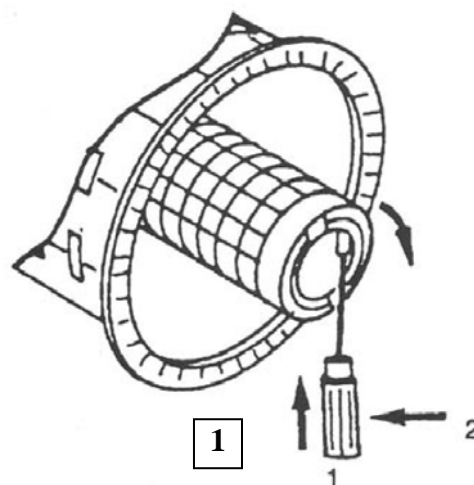

Рис. 11 Вскрытие крышки (исполнение "В")
- С помощью подходящего инструмента (например, отвертки) подденьте и снимите запечатанную крышку, после чего извлеките две находящиеся под ней петли (см. Рис. 11). **Данную крышку разрешается вскрывать только для замены вспомогательного фильтрующего элемента.**